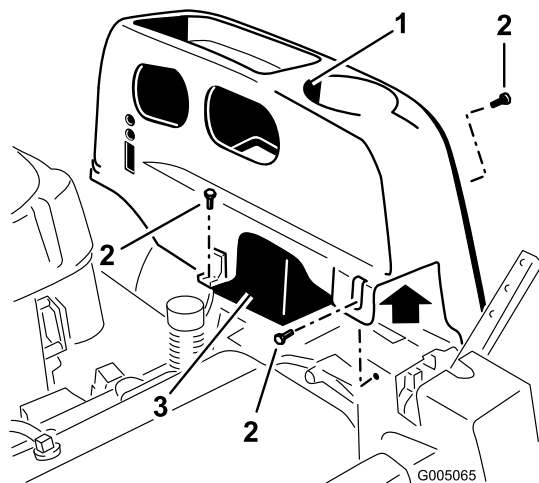

Bild 21
2. Nehmen Sie die TORX® Kopfschrauben (25) ab, mit denen die linke Abdeckung am Rahmen befestigt ist, wie in Bild 21 dargestellt.